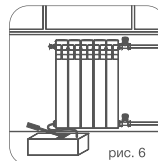

рис. 6
- 7.5. По завершению монтажных работ выполнить испытания систем отопления в соответствии с требованиями СП 73.13330.2016 «Внутренние санитарно-технические системы зданий». Гидростатическое испытание водяных систем и приборов отопления должно проводиться под давлением, в 1,5 раза превышающем рабочее давление (пример рис. 6). По факту проведения испытаний составляется акт ввода системы и приборов в эксплуатацию в установленной форме.